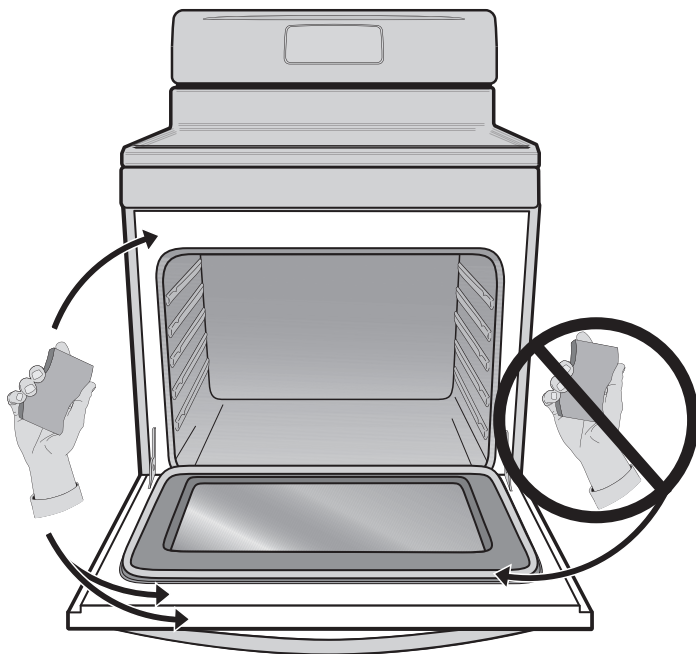

Fig. 1
- Nettoyez toute saleté sur le cadre de la porte du four, le revêtement de la porte autour du joint et la petite surface située au centre, devant, sur la sole du four (fig. 1). Ces zones chauffent suffisamment pour que la saleté y brûle. Nettoyez-les avec de l'eau savonneuse avant de lancer l'autonettoyage Select Clean (fig. 1).
- **NE NETTOYEZ PAS** le joint de la porte (fig. 1). Ce joint tissé est essentiel à la bonne étanchéité du four. Prenez soin de ne pas frotter, endommager ni retirer le joint. **N'UTILISEZ AUCUN** produit de nettoyage sur le joint de la porte. Cela pourrait endommager le joint de la porte.